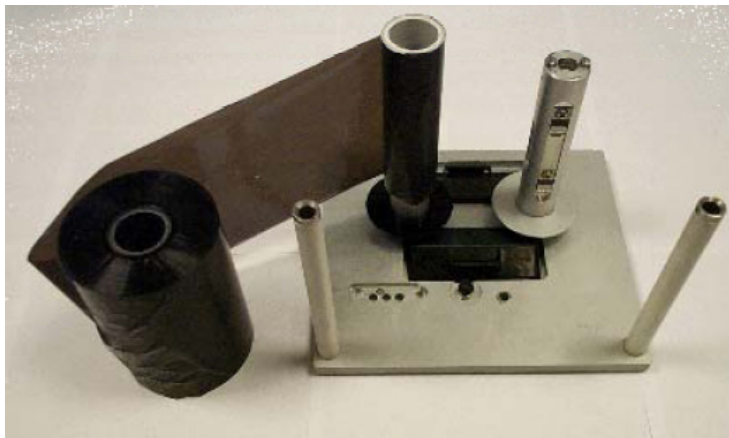

Рис. 5-11: Извлечение ленточных бобин
- 3 Крепко держа, вытяните из кассеты две ленточных бобины (на одной из которых намотана вся использованная лента), как показано на Рис. 5-11. Диски, расположенные под каждой бобиной, могут использоваться в качестве рычага для извлечения бобины из кассеты.